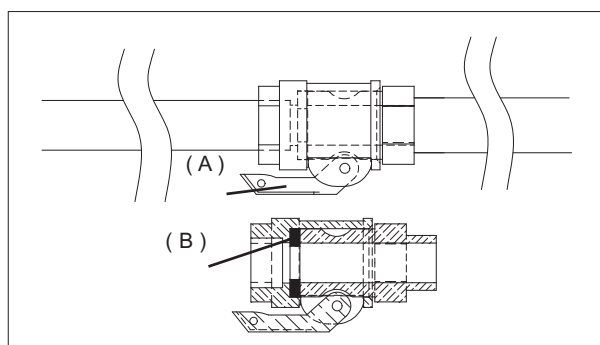

FIG.8
Aprire il rubinetto aria della lancia. Per 3 o 4 volte inserire e disinserire la ruota a celle tramite l'apposito interruttore (2 -3 secondi marcia, 2-3 secondi arresto) e quindi inserirla definitivamente. Regolare l'acqua fino ad ottenere la consistenza raccomandata dal produttore del materiale. Chiudere il rubinetto dell'aria alla pistola. Prendere i tubi del materiale, controllare che siano in buono stato, che i raccordi siano integri e le relative guarnizioni presenti, versare nel primo tratto circa 3 litri di boiaccia e quindi collegarli al collettore di mandata (rif.10) e alla lancia spruzzatrice. Controllare che le leve a camme (A) dei raccordi siano correttamente serrate e che la guarnizione (B) sia presente come in fig.8.